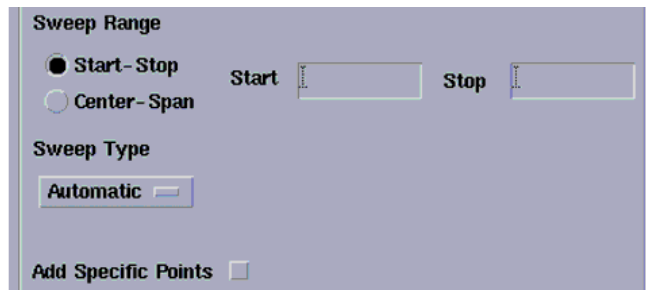

图 6.10 扫描范围的确定
6. 如果选择的是“Design Variable”，“Temperature”，“Component Parameter”或“Model Parameter”，在“Sweep Range”栏指定扫描参数的范围和类型，如图 6.10 所示。输入扫描范围的上下限。